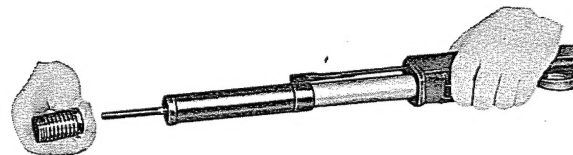

Fig. 3
- 3 — Sfilare il pistone (tav. 2° - H) (fig. 3).
- 3 - slide piston forward off magazine tube cap shaft (H - Table 2) (fig. 3).
- 3 - *enlever le piston (fig. 3 - table 2 - pièce H)*